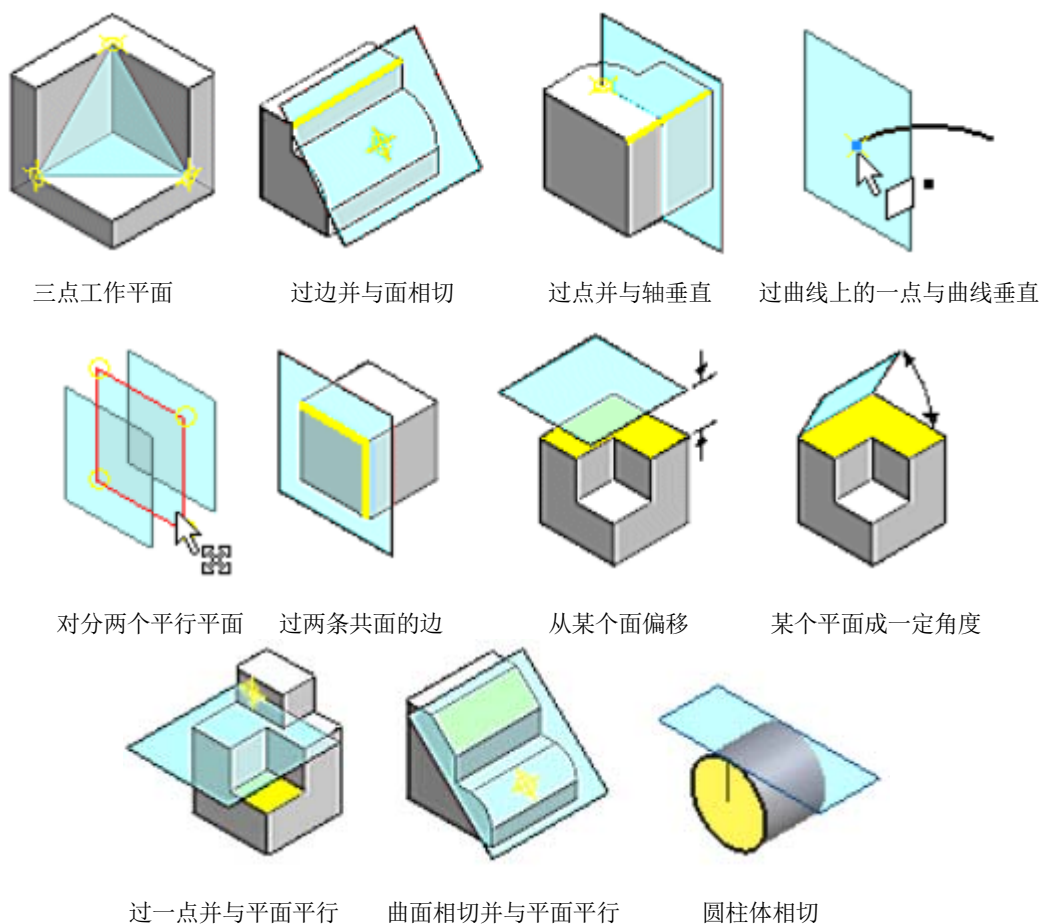

图 3-24 利用各种方法创建的工作平面
- (1) 选择一个平面，创建与此平面平行同时偏移一定距离的工作平面；
- (2) 选择不共线的三点，创建一个通过这三个点的工作平面；
- (3) 选择一个圆柱面和一条边，创建一个过这条边并且和圆柱面相切的工作平面；
- (4) 选择一个点和一条轴，创建一个过点并且与轴垂直的工作平面；
- (5) 选择一条边和一个平面，创建过边且与平面垂直的工作平面；
- (6) 选择两条平行的边，创建过两体边的工作平面；
- (7) 选择一个平面和平行于该平面的一条边，创建一个与该平面成一定角度的工作平面；
- (8) 选择一个点和一个平面，创建过该点且与平面平行的工作平面；
- (9) 选择一个曲面和一个平面，创建一个与曲面相切并且与平面平行的曲面；
- (10) 选择一个圆柱面和一个构造直线的端点，创建在该点处与圆柱面相切的工作平面等。
- 利用各种方法创建的工作平面如图 3-24 所示。